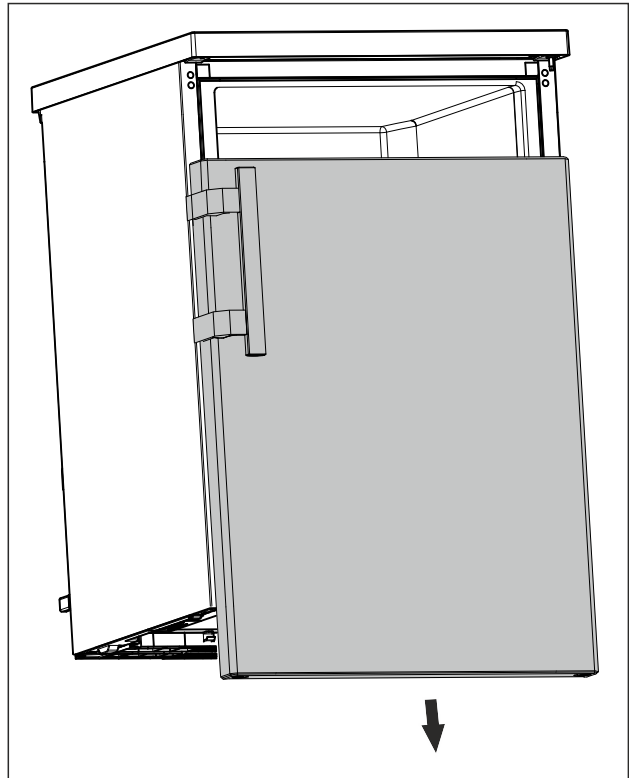

Fig. 16
- ▶ Detașați ușa în jos. (vezi Fig. 16)